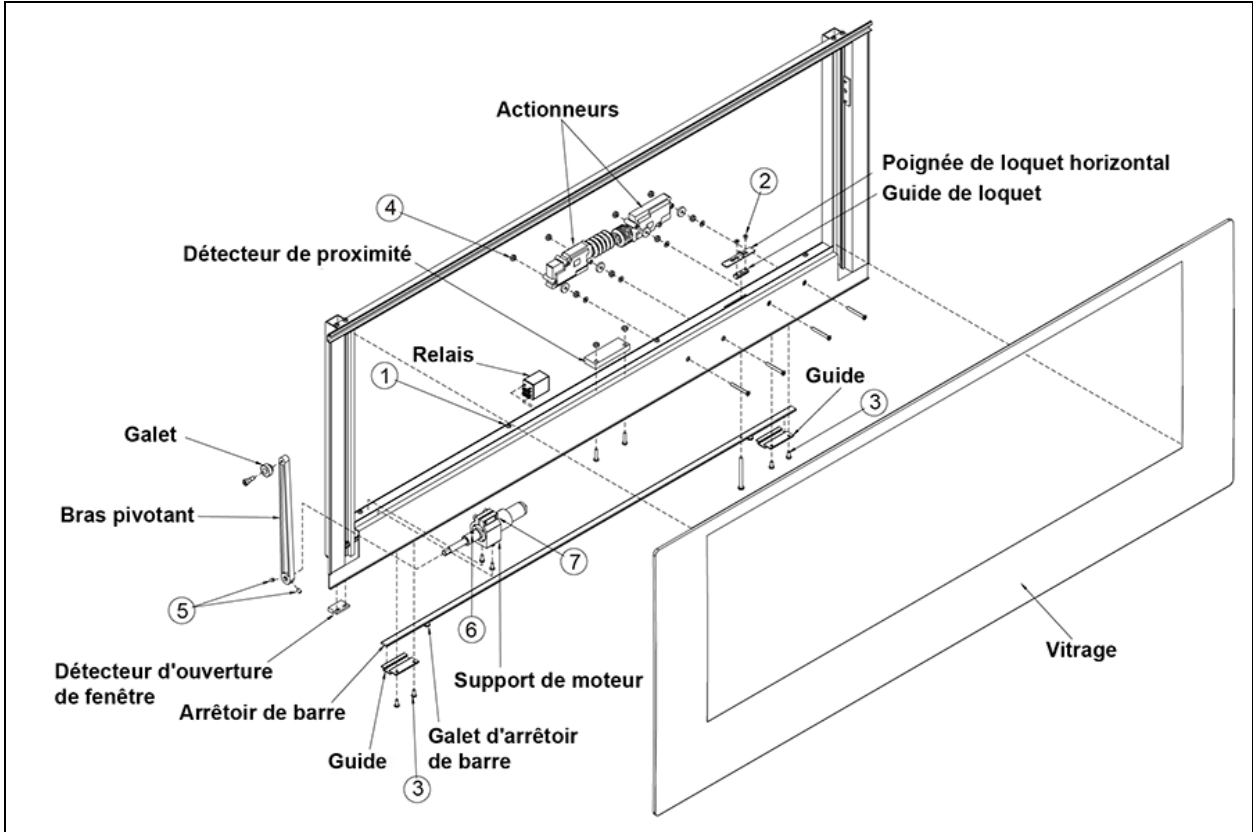

FIGURE 39: VUE ÉCLATÉE D'UNE FENÊTRE ÉLECTRIQUE À AUVENT (CHÂSSIS)
4. Desserrer les vis butées numéro 5 (Figure 39) (faire pivoter le bras pour accéder à la deuxième vis butée) et désengager le bras pivotant du bout d'arbre.